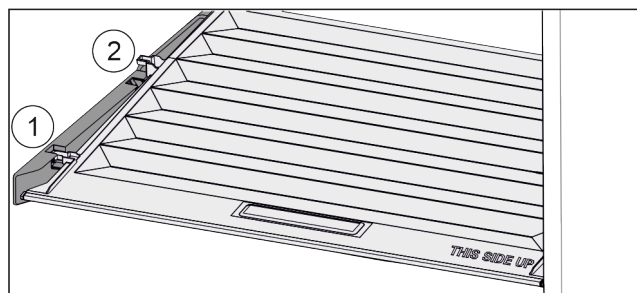

Fig. 134
- ▶ Tirare in avanti il coperchio fino all'apertura nei fermi Fig. 134 (1).
- ▶ Sollevare posteriormente dal basso e togliere verso l'alto Fig. 134 (2).